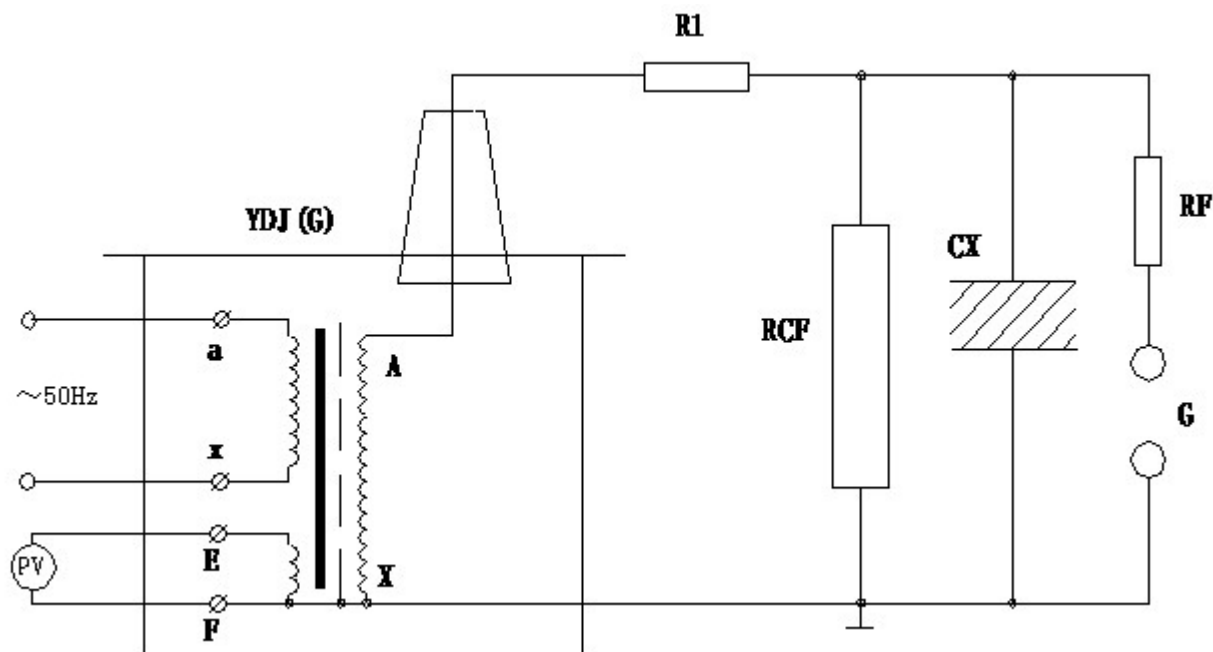

图 6：被试品工频耐压试验接线图
1、YDJ 试验变压器做被试品的工频耐压试验使用接线原理图见图 6。
准确测量被试品上所施加的电压，因此常在高压侧接入 FRC 阻容分压器来测量电压（见图 6）。